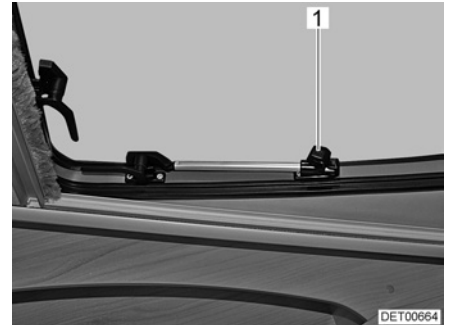

Bild 30 Dachfenster mit Dreh-Ausstellern, geöffnet
- Dachfenster bis zur gewünschten Stellung öffnen und mit Rändelknopf (Bild 30,1) feststellen.
- Rändelknopf (Bild 30,1) drehen, bis Arretierung freigegeben wird.